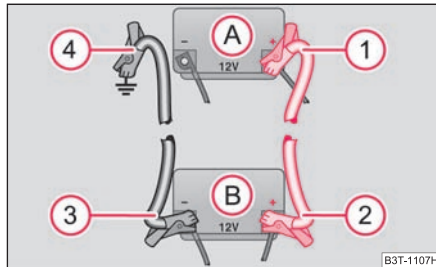

Abb. 222 Starthilfe mit der Batterie eines anderen Fahrzeugs: A - entladene Fahrzeugbatterie, B - stromgebende Batterie
- Befestigen Sie ein Ende **1** am Pluspol ⇒ Abb. 222 der entladenen Batterie **A**.